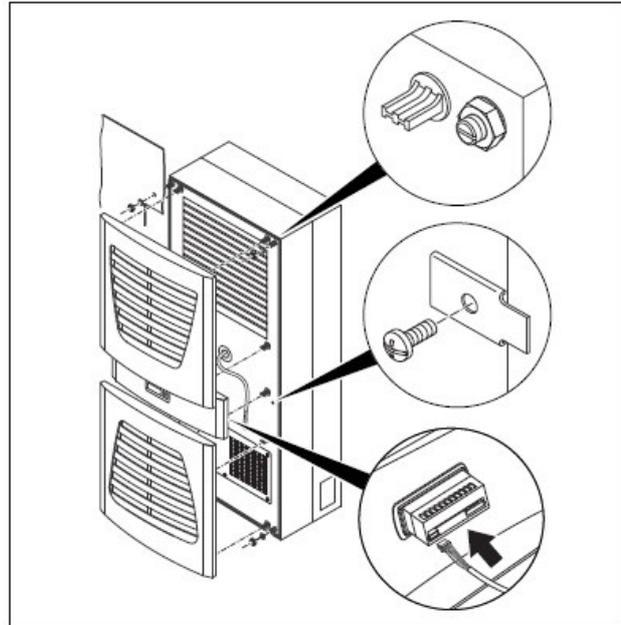

图17: 固定机柜空调
- 根据需要，可使用所提供的安装板对装置做附加固定，如图17所示。